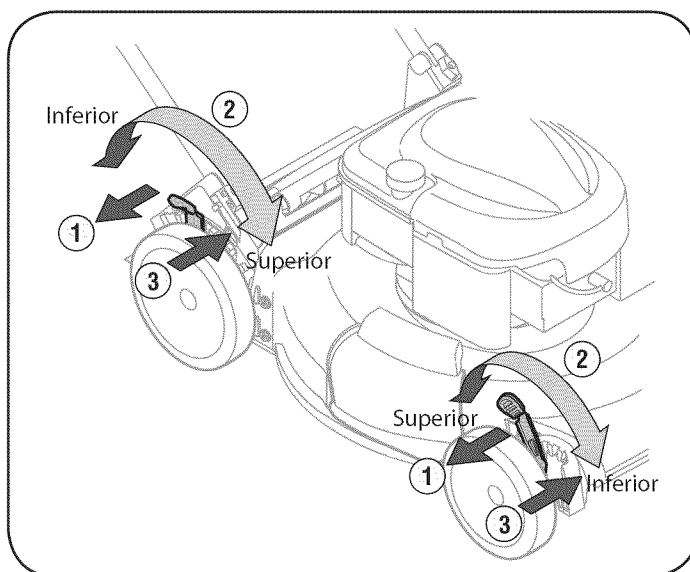

Figura 10
2. Muévela a cualquier de las posiciones para la altura de corte deseado. Vea la figura 10.